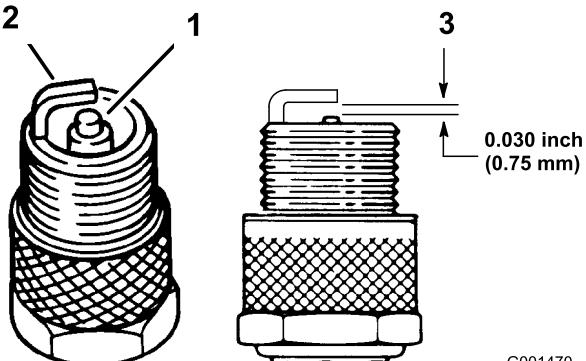

Рисунок 43
4. Проверьте состояние бокового электрода, выровняйте по центру электрод и выровняйте по центру изолятора электрода, чтобы гарантировать отсутствие повреждений (Рисунок 43).
5. Воздушный зазор между центральным и боковым электродами должен быть выставлен равным 0,762 мм (Рисунок 43).